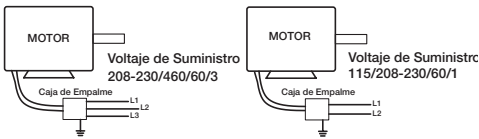

Figura 12 — Diagrama de Cableado Típico
10. Monte y conecte el interruptor de desconexión segura que se encuentra debajo de la cubierta del extractor y conecte el motor según el diagrama de cableado de conexión, consulte Conexión eléctrica, Figura 12. Conecte los interruptores de control a nivel de suelo.
**NOTA:** Consulte la Figura 12 para conocer el diagrama de cableado.